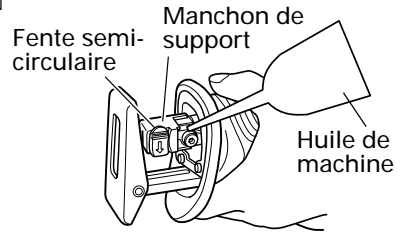

Fig. 12
- (1) Après l'utilisation, souffler toute sciure, terre, sable, humidité, etc. à l'aide d'une brosse, etc., pour garantir le bon fonctionnement de la monture de lame.
- (2) Comme indiqué sur la Fig. 12, graisser périodiquement tout le pourtour du support de lame avec du fluide de coupe, etc.